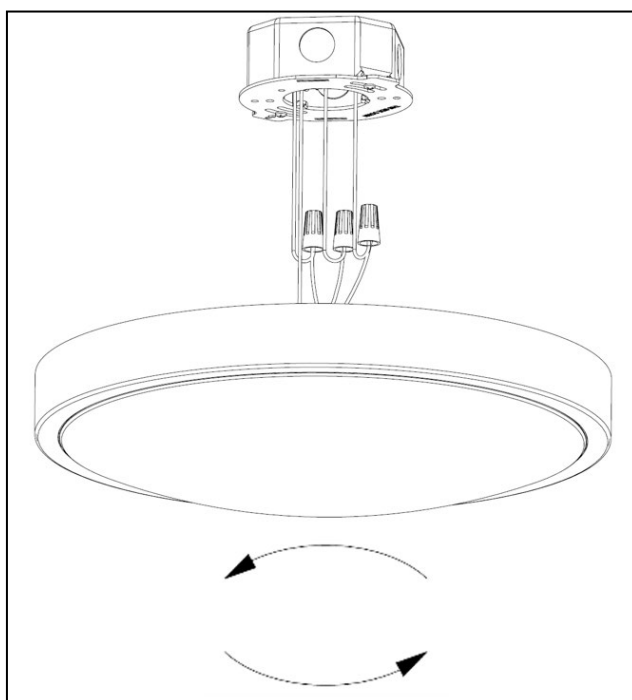

Figura 6
16. **Utilice tuercas de cable** para conectar: El cable negro de la luminaria al cable negro de alimentación (línea); el cable blanco de la luminaria al cable blanco de alimentación (neutro), y el cable de puesta a tierra de cobre sin aislamiento de la luminaria al cable de puesta a tierra de cobre sin aislamiento de la caja de conexiones. (Si el cableado de la casa no incluye cables de conexión a tierra, consulte el código eléctrico local para informarse sobre los métodos de conexión a tierra aprobados). **PARA LOGRAR UNA CONEXIÓN APROPIADA, COLOQUE LA TUERCA PARA CABLES SOBRE ESTOS Y GIRE HACIA LA DERECHA HASTA AJUSTAR**, como se muestra en la *Figura 6*.